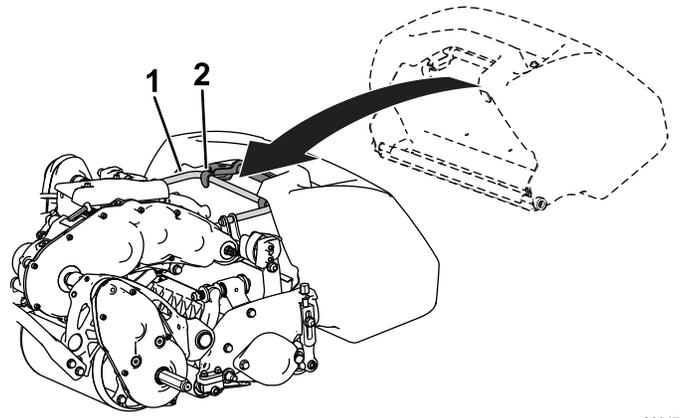

図 11
2. バスケットのリップ部をカッティングユニットの左右のサイドプレートの中央部に合わせて前ローラの上にセットする 図 11。
3. フレームループの上からバスケットを取り付ける 図 11。